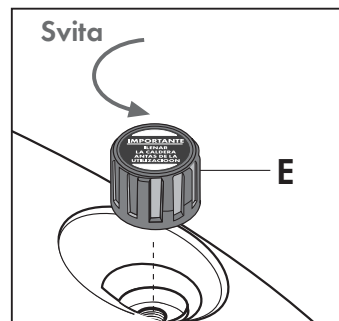

Fig. 33
- a) Togliere il tappo caldaia (E) (Fig. 33)